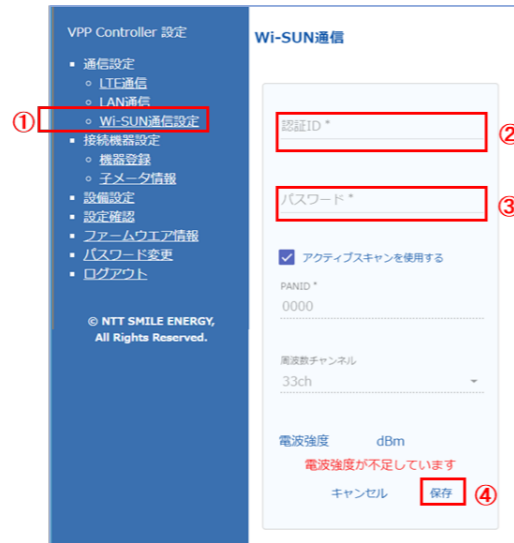

図6. Wi-SUN通信の設定
- (1) 「Wi-SUN通信設定」をクリックします (図6、①)
- (2) 「認証ID」にBルートIDを入力します (図6、②)
- (3) 「パスワード」にBルートのパスワードを入力します (図6、③)
- (4) 「保存」をクリックします (図6、④)